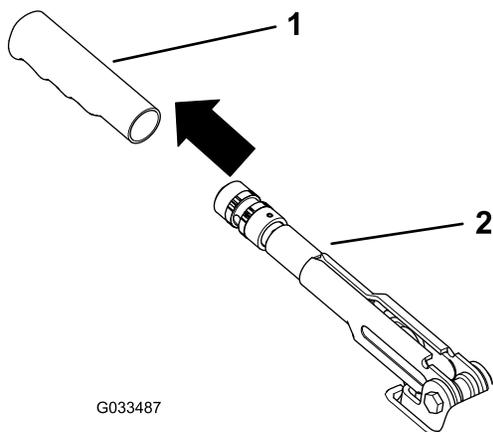

Рисунок 58
1. Снимите резиновый наконечник рычага стояночного тормоза (Рисунок 58).
5. Установите резиновый наконечник на рычаг стояночного тормоза (Рисунок 58).